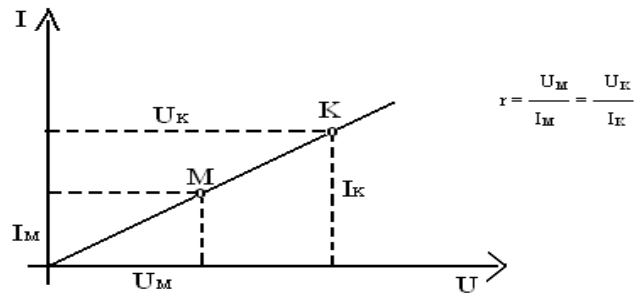

Fig. 5-3 Caracteristica tensiune-curent a unui element liniar
1. **Determinarea relației dintre rezistență și curent.** În problemele prezentate în capitolele precedente s-a propus că rezistența fiecărui receptor este constantă (independentă de curentul care îl străbate). Astfel de rezistoare sunt numite liniare. Caracteristica tensiune-curent a unui rezistor liniar este reprezentată printr-o dreaptă care trece prin originea coordonatelor (fig. 5-3). Din cauză că pentru toate punctele unei drepte raportul dintre tensiune și curent este același.